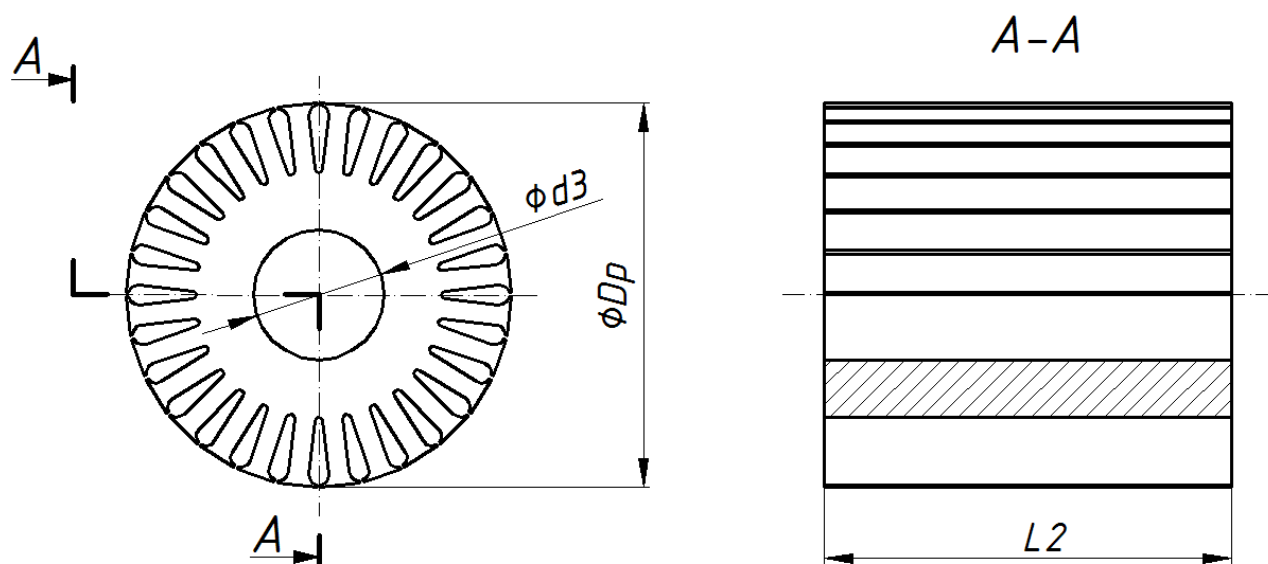
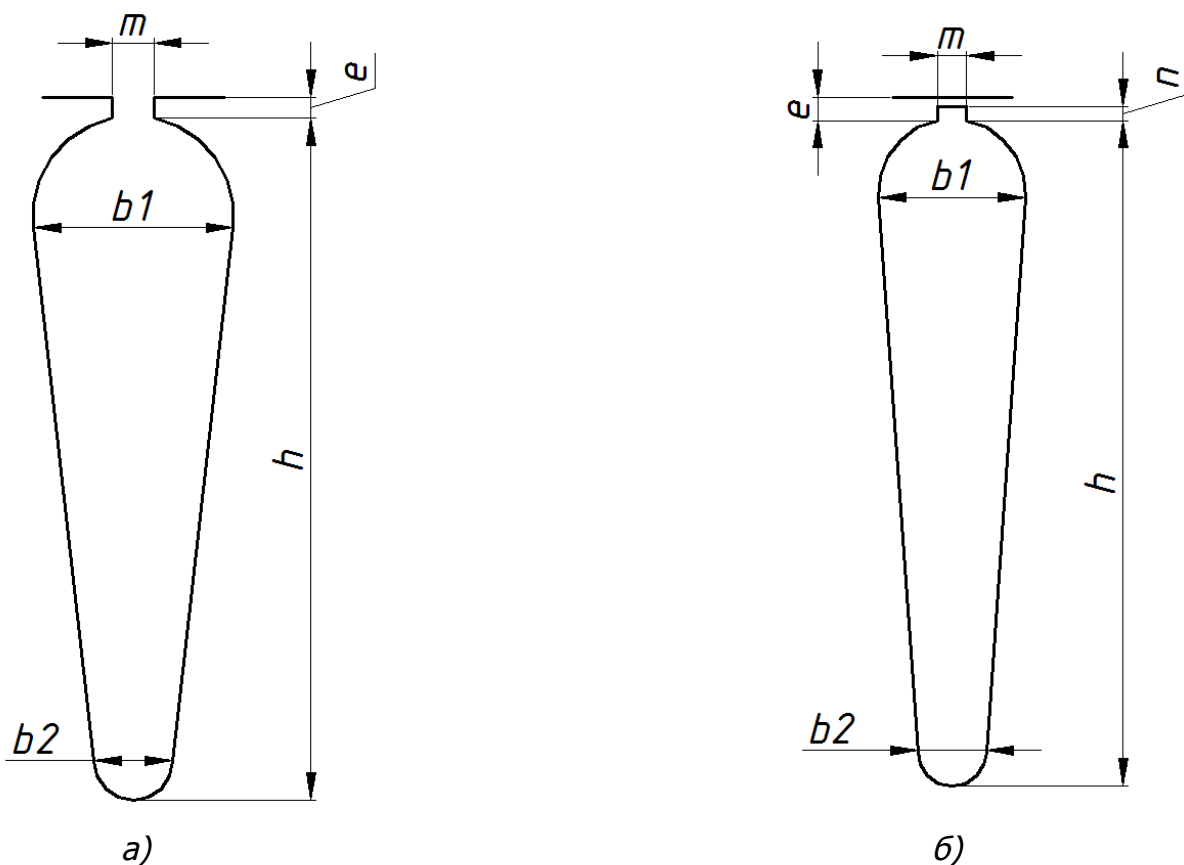

Рис. 35
Рис. 36
2. За допомогою графічного пакету SolidWorks та згідно з інструкціями, які викладені в розділі «Робота з графічним пакетом SolidWorks» виконати конструювання пакету ротора асинхронної машини, зразок якого зображеного на рис.35.
1. На рис.35 наведена конструкція пакету ротора, який є типовим для асинхронних машин з короткозамкненим ротором серії 4А з висотою осі обертання до 250 мм. На рис.36 (а, б) наведені ескізи пазів ротора, що відповідають різним варіантам завдань. Розміри пакету ротора та пазів згідно з заданим варіантом наведені в табл.9.1. Внутрішній діаметр ротора d_3 наведено в табл.7.1 для кожного варіанту, а довжина пакету L_2 для АМ з висотою осі обертання до 250 мм дорівнює довжині пакету статора L_1 (див. табл.8.1).